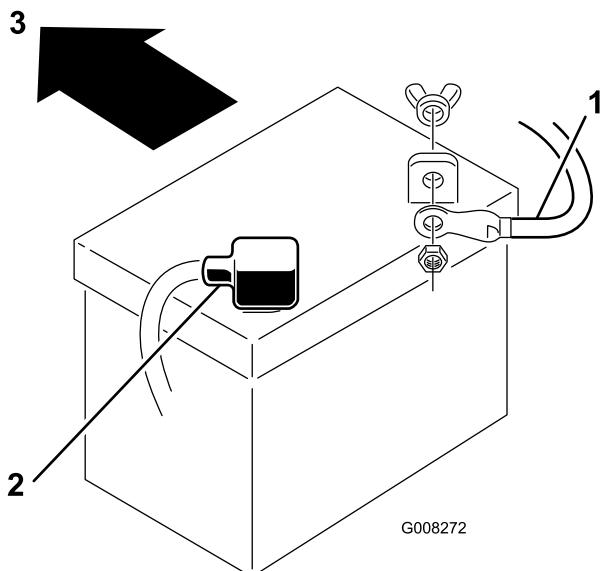

Figura 29
7. Staccate il cavo negativo (nero) di terra dal polo della batteria (Figura 29).
9. Staccate il cavo positivo (rosso) dal polo della batteria (Figura 29).
1. Collocate la batteria sullo chassis volgendo i poli verso il parte posteriore del trattore (Figura 29).
3. Utilizzando il bullone ed il dado ad alette, collegate il cavo positivo (cappuccio rosso) al polo positivo (+) della batteria (Figura 29). Infilate il cappuccio di gomma sul polo della batteria.
4. Utilizzando il bullone e il dado ad alette, collegate il cavo negativo (nero) al polo negativo (-) della batteria (Figura 29). Infilate il cappuccio di gomma sul polo della batteria.